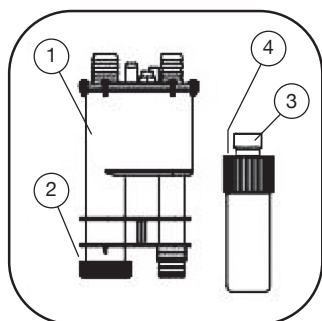

Рис. 3. Комплект сифона и расширительной секции
- I. Проверьте комплектность деталей сифона и расширительной секции, рисунок 3.